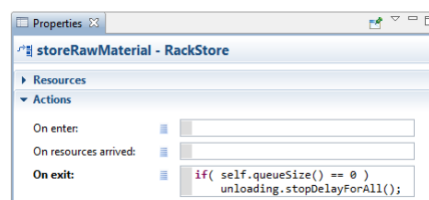

Рисунок 13.11 – Блок *StoreRawMaterial*
19. В області властивостей блоку *storeRawMaterial* розгорніть розділ *Actions* та в полі «При виході» введіть таке: *if(self.queueSize() == 0) unloading.stopDelayForAll()*. У цьому прикладі *self* – це ярлик, який ми використовуємо для посилання на блок *storeRawMaterial* з його власної дії (рис. 13.11).